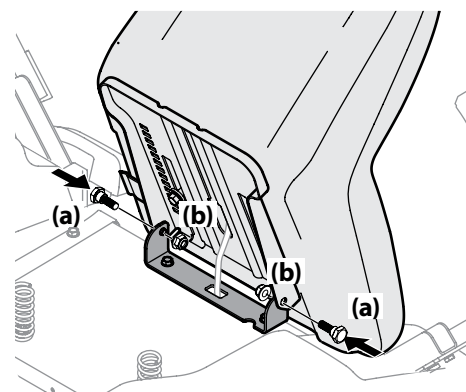

Figura 2-4
- Gire el asiento hasta la posición deseada y asegúrelo en su lugar con los tornillos de reborde (a) y las tuercas de seguridad con brida (b) que extrajo antes. Tenga cuidado de no doblar o dañar el cableado mientras instala el asiento. Consulte Figura 2-4.